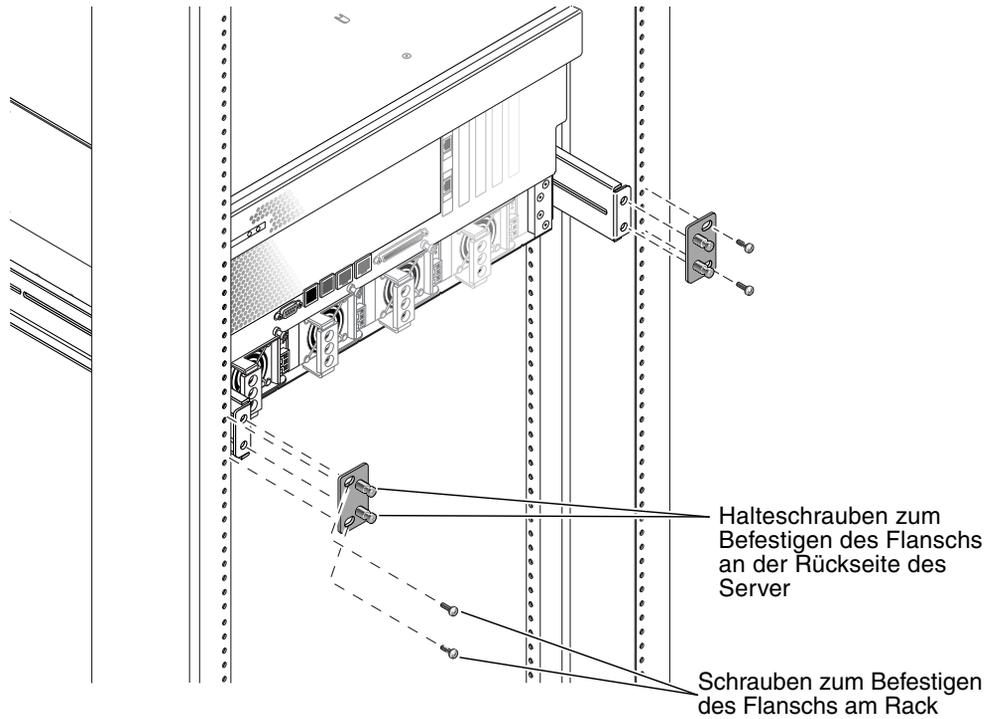

ABBILDUNG 3-5 Befestigen der Server-Rückseite am Rack
9. Befestigen Sie die beiden hinteren Montageflansche mit den zwei Halteschrauben auf der Rückseite des Racks an den hinteren Stützwinkeln, die am Server angebracht sind (ABBILDUNG 3-5).
10. Befestigen Sie jeden hinteren Stützwinkel mit zwei Schrauben an der Rückseite des Racks (ABBILDUNG 3-5).